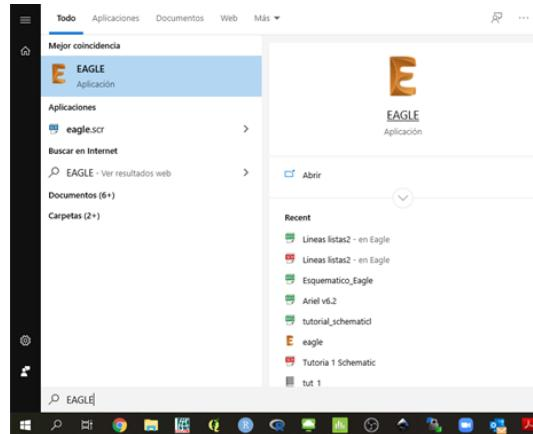

Figura 7: Acceso al software EAGLE en Windows
3. Cuando la instalación esté lista en su computador, si utiliza un sistema Windows podrá acceder al botón de Inicio y digitar el nombre *EAGLE* y saldrá el acceso al software como se muestra en la figura 7.